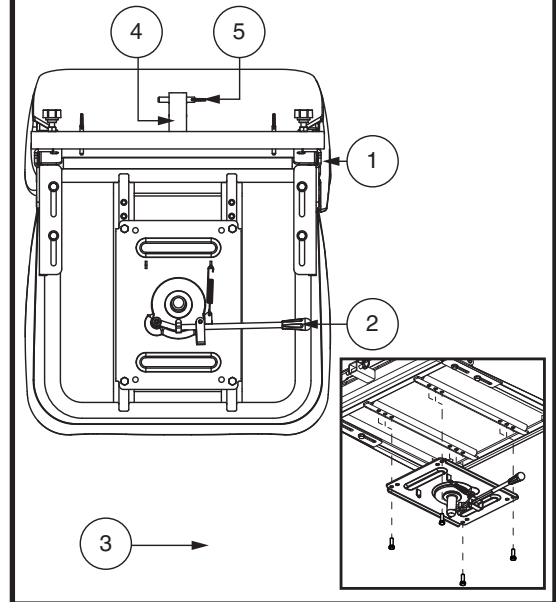

Abb. 15. Sitzeinstellungen
1. Ziehen Sie je nach Sitztyp den Sitzdrehhebel nach oben oder nach vorne, um den Sitz zu lösen. **Siehe Abb. 15.**
Um die verstellbare Rückenlehne einzustellen, befolgen Sie diese Schritte. **Siehe Abb. 15.**
3. Lösen Sie die vier (4) Schrauben an der Unterseite des Sitzes und lassen Sie die Sitzplatte an Ort und Stelle. **Siehe Abbildung 15.**
6. Setzen Sie vier (4) Schrauben ein und ziehen Sie sie fest, um den Sitz zu befestigen.
Die Zuberhörhalterung am Heck ermöglicht es Ihnen, persönliche Zubehörkomponenten wie Korb, Gehhilfe oder Sauerstofftank hinter dem Elektromobil anzubringen. Verwenden Sie den Sicherungsstift, um das Zuberörteil sicher an der Halterung zu befestigen. **Siehe Abb. 15.** Für weitere Informaationen wenden Sie sich an Ihren Vertragshändler.